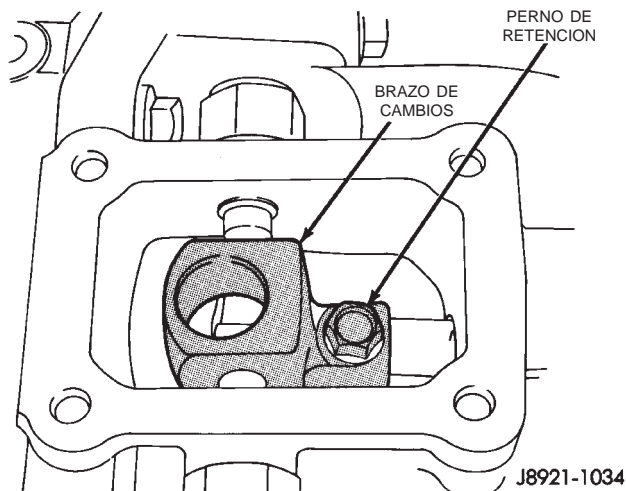

Fig. 44 Instalación del perno de retención del brazo de cambios
(12) Gire el eje del brazo de cambios hasta que el orificio del brazo de cambios y el orificio del eje queden alineados.
(13) Instale y apriete el perno de retención del brazo de cambios con una torsión de 38 N·m (28 lbs. pie) (Fig. 44).